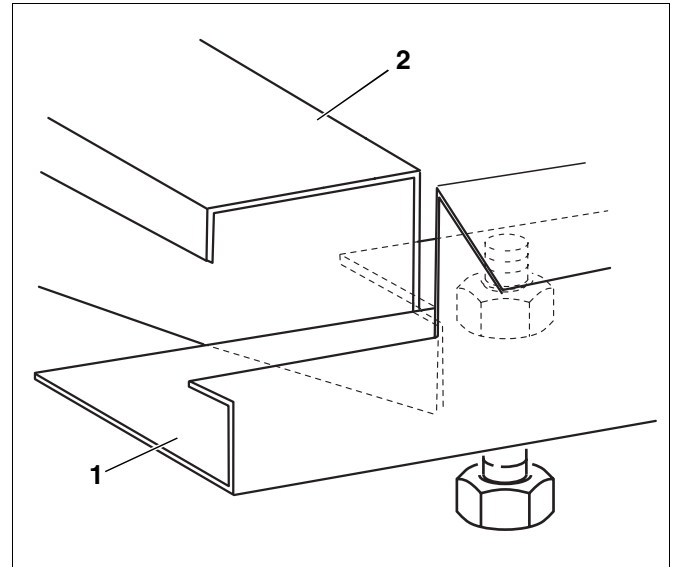

Abb. 39 Längsschiene auf Quertraverse setzen
- Längsschiene (Abb. 39, **Pos. 1**) mit der vorderen Ausklinkung auf die Ausklinkung der Quertraverse (Abb. 39, **Pos. 2**) setzen.